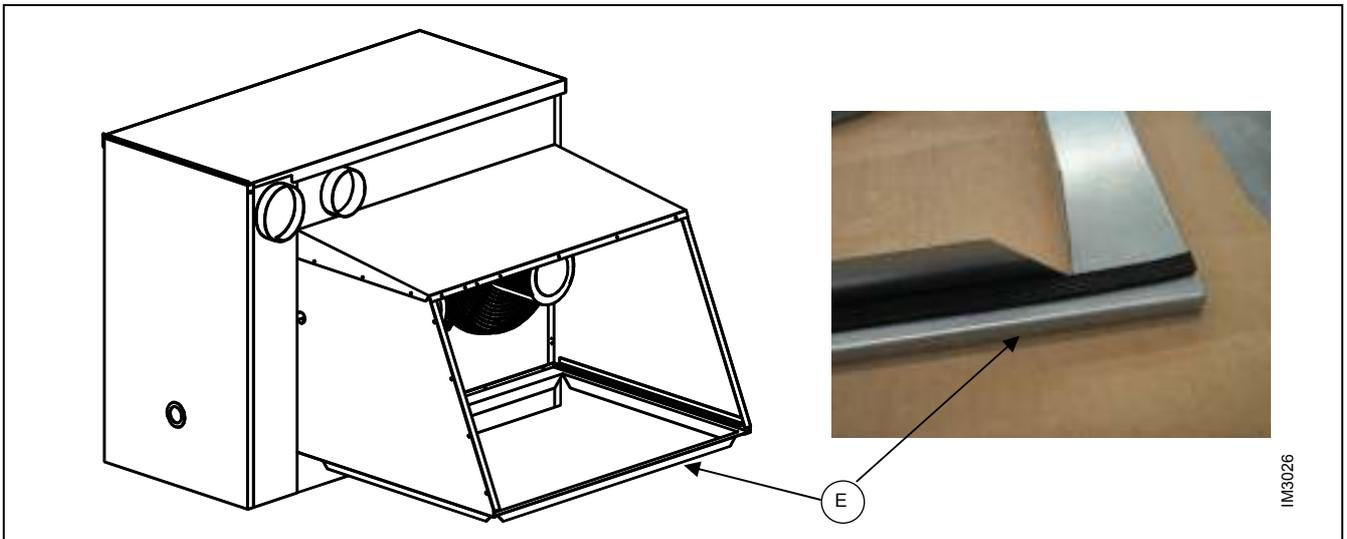

Рисунок 14 – РАЗМЕЩЕНИЕ УПЛОТНЕНИЯ И УСТАНОВКА ФЛАНЦА ВОЗДУХОЗАБОРНОГО РАСТРУБА
4. Разместить уплотнение на фланце и вставить фланец в раструб как показано на Рисунок 14.